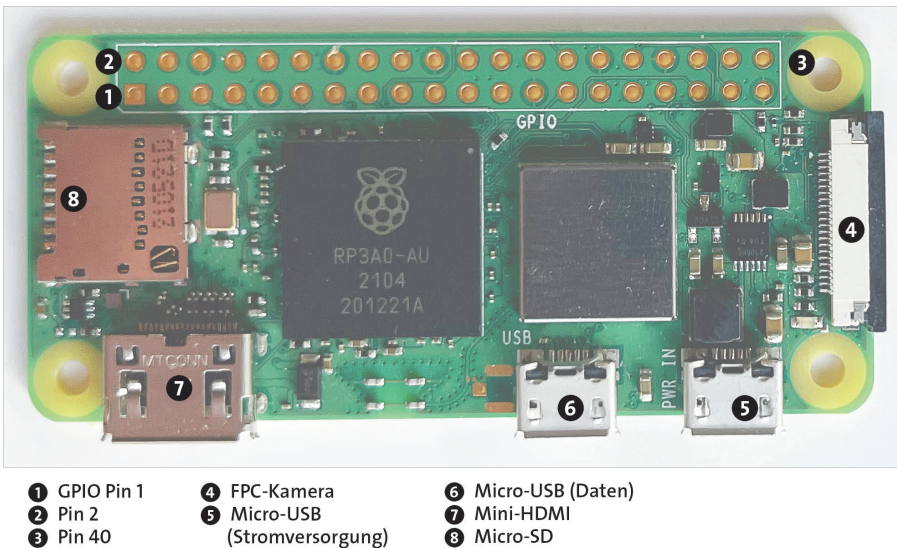

Abbildung 1.2 Der Raspberry Pi Zero 2 W
- **Raspberry Pi Zero 2 W/WH/WHC:** Die Platine des Zero-Modells ist wesentlich kleiner als die des Standardmodells (siehe Abbildung 1.2): Anstelle einer Micro-HDMI-Buchse ist hier die Minivariante verbaut. Zwei Micro-USB-Buchsen dienen zur Stromversorgung und zur Datenübertragung. Weitere USB-Buchsen wurden ebenso eliminiert wie die Ethernet-Buchse und der analoge Audioausgang. Immerhin gehören WLAN und Bluetooth zur Standardausstattung.